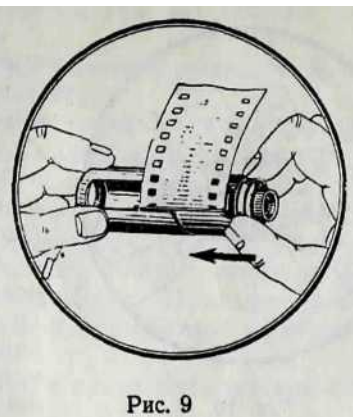

Рис. 9
4. Поместить внутренний стакан в наружный, оставив конец пленки длиной примерно 10 см свободным (рис. 9).